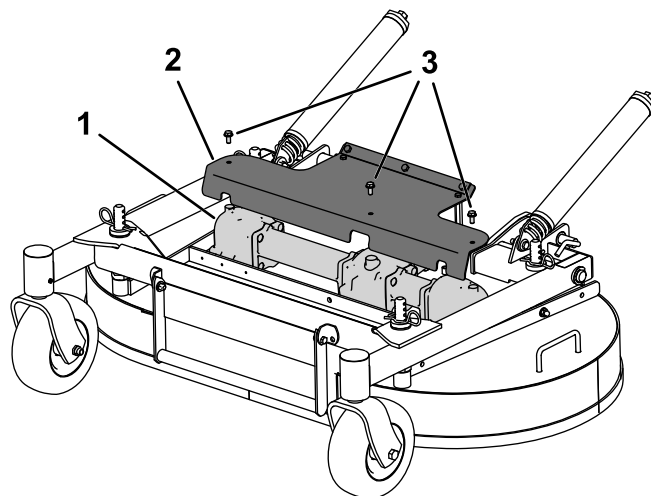

Figura 34
3. Retire el protector para tener acceso a la caja de engranajes (Figura 34).